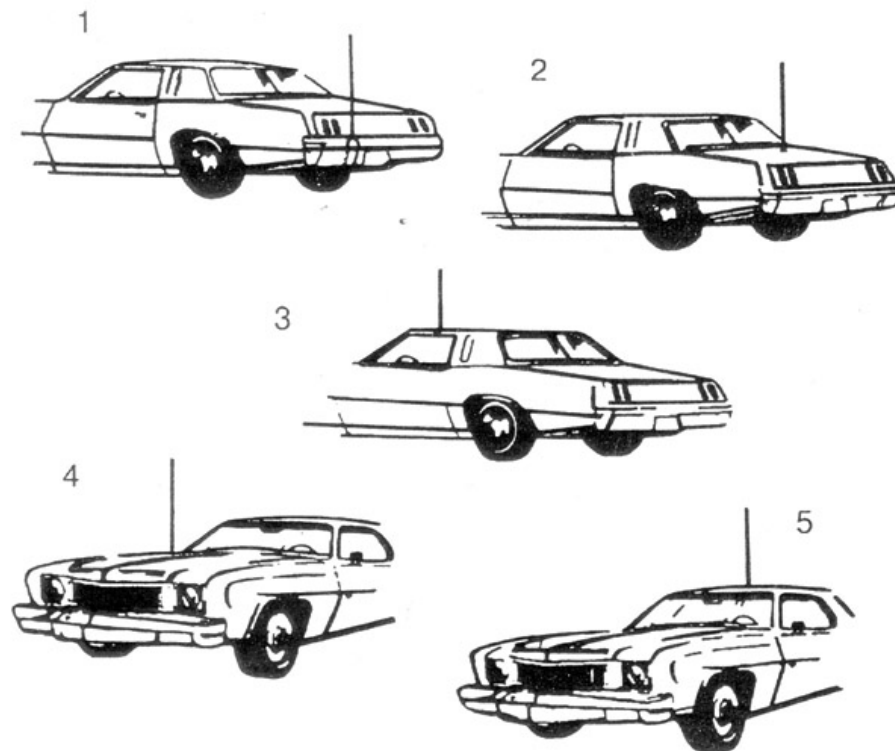

Рис. 4. Типичные места установки автомобильных антенн.
На рис. 4 показаны пять типичных мест установки автомобильной антенны: (1) задний бампер, (2) задняя крышка багажника, (3) отбортовка для стока воды, (4) капот, (5) крыша.